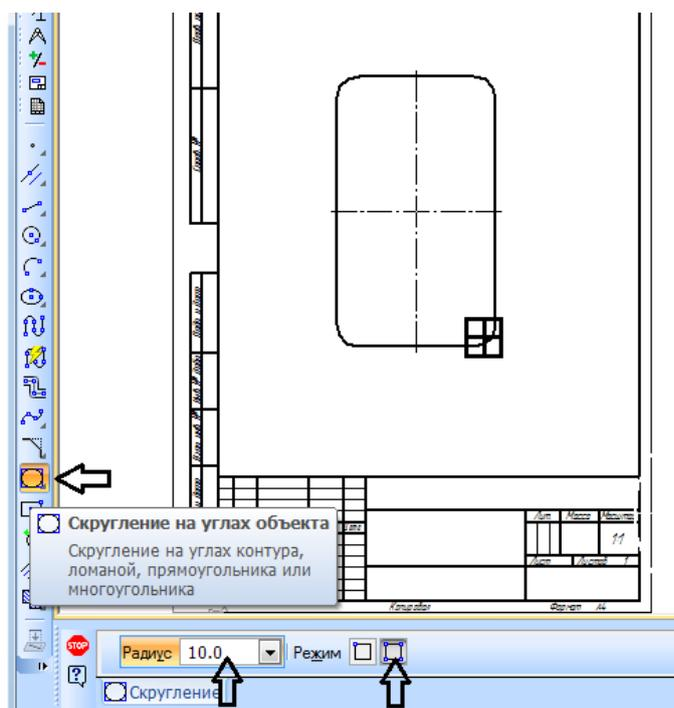

Рисунок 13.
5. На компактной панели **Геометрия** найдите кнопку **Скругление на углах объекта** (рисунок 13). Задайте радиус скругления **10мм** [Enter].. Выберите режим **«На всех углах объекта»**.